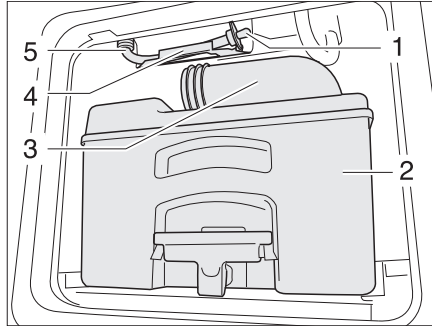

Fig. 362 Tuyau d'écoulement réservoir d'eau toilettes
- Vider la cassette (Fig. 362,2) dans une station d'évacuation autorisée et la nettoyer.
- Laisser la tubulure d'évacuation (Fig. 362,3) ouverte.
- Retirer le tuyau d'écoulement (Fig. 362,5) de son support (Fig. 362,4).
- Retirer le bouchon d'écoulement (Fig. 362,1) et laisser s'écouler le reste d'eau.